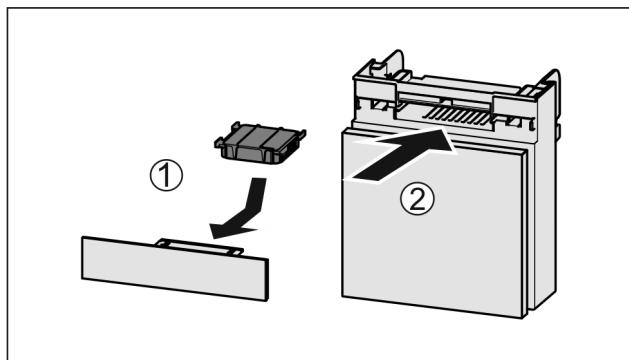

Fig. 160
- ▶ Поставете Fig. 160 (1) филтъра с активен въглен, както е показано на фигуранта.
- ▶ Вкарайте Fig. 160 (2) отделението.